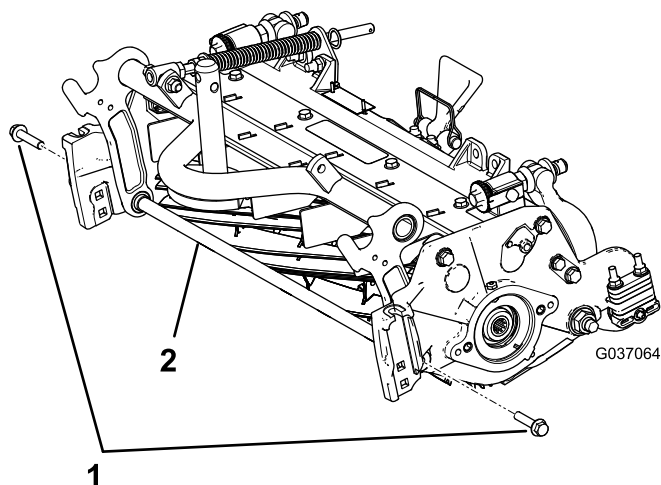

Figura 6
- A. Rimuovete i 2 bulloni a testa flangiata che fissano l'asta di sostegno e rimuovete l'asta di sostegno (Figura 6).